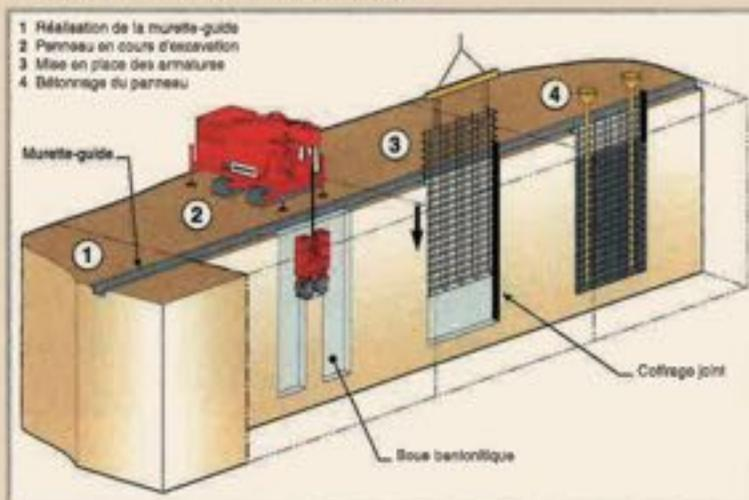

Figure 1
■ LES TRAVAUX DE PAROI MOULÉE (figures 1 et 2)